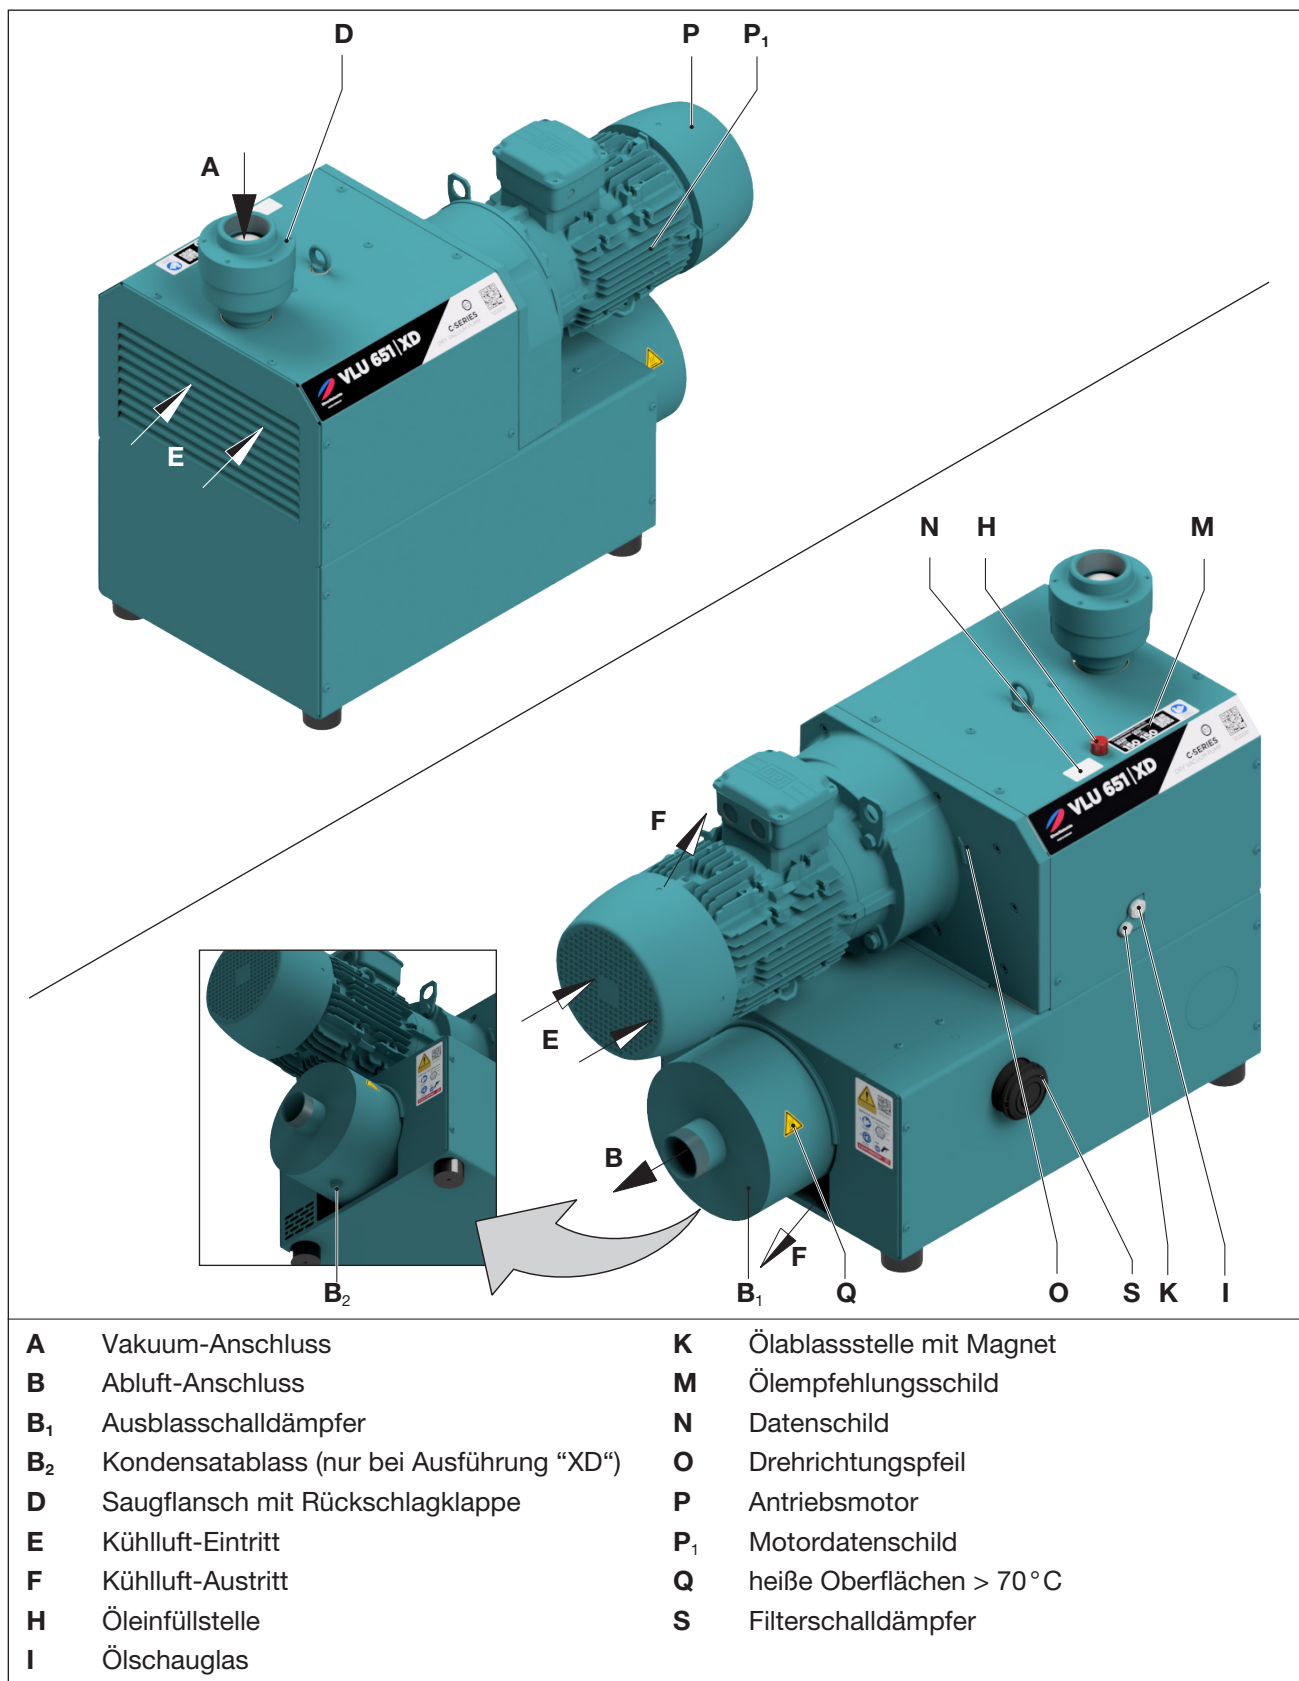

Abb. 2 Vakuumpumpe C-VLU 651 XD (Typ 401/501 sowie Variante CD sind baugleich)
Die C-VLU 401 | 501 | 651 hat saugseitig einen Anschlussflansch und druckseitig einen Ausblassschalldämpfer (Abb. 2/B₁). Die angesaugte Luft wird durch einen Siebfilter gereinigt. Ein integriertes Rückschlagventil verhindert ein Belüften des evakuierten Systems nach dem Abstellen der Pumpe.
Die C-VLU 401 | 501 | 651 ist durch eine Dämmhaube gekapselt. Um die Verdichtungswärme abzuführen, wird die Kühlluft mit Hilfe eines Trommellüfters, welcher die frische Kühlluft (Abb. 2/E) ansaugt und die erwärmte Luft am Kühlluftaustritt (Abb. 2/F) ausbläst, zwischen dem Verdichter und der Haube hindurchgesaugt. Der Antrieb erfolgt über eine Kupplung durch einen angeflanschte Drehstrom-Normmotor.
- Öl-Einfüllstelle (Abb. 2/H), Öl-Schauglas (Abb. 2/I) und Öl-Ablass (Abb. 2/K) müssen leicht zugänglich sein.
- Blindstopfen/Klebefolie am Vakuumanschluss (Abb. 2/A) und Abluftaustritt (Abb. 2/B) entfernen.
- Rohrleitung an Vakuumanschluss (Abb. 2/A) anschließen.
- Die abgesaugte Luft kann durch den Abluftaustritt (Abb. 2/B) am Ausblasschalldämpfer (Abb. 2/B₁) ausgeblasen oder mittels Schlauch- bzw. Rohrleitung weggeführt werden.
- Schmierölstand am Ölschauglas (Abb. 2/I) kontrollieren und gegebenenfalls auffüllen.